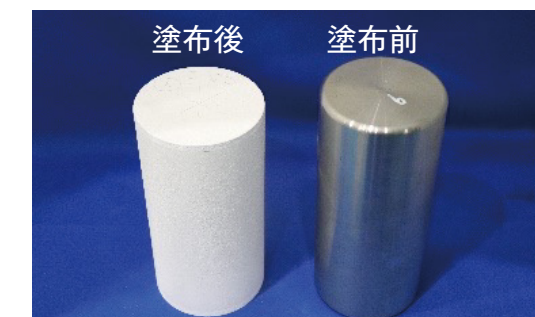

図4：塗布テストと完了後の試料
- 装置作製後、現地での試運転と調整を行い、依頼者が要求する仕様を達成した。本装置により、均一な濃さで潤滑剤の塗布が可能となり、より高精度な膜厚制御( $\pm 30 \mu\text{m}$ )を実現した。(図4)